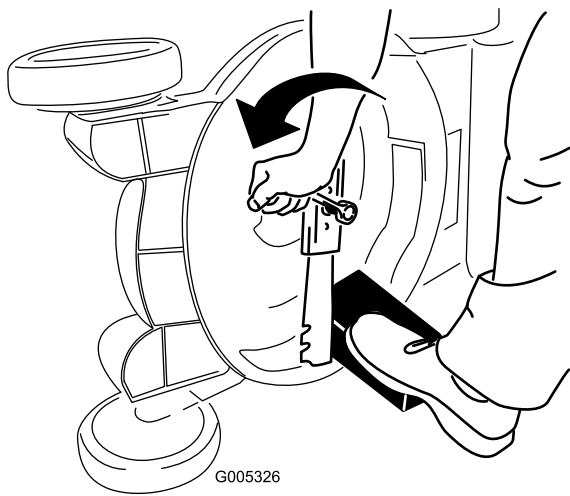

Figura 48
3. Utilice un bloque de madera para inmovilizar la cuchilla (Figura 48).
4. Retire la cuchilla, conservando todos los herrajes de montaje (Figura 48).